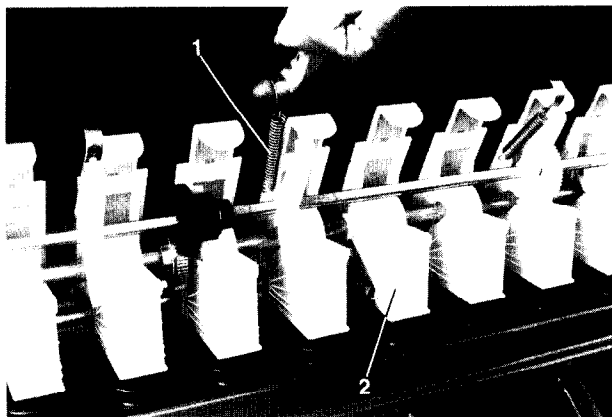

Fig. 114
- Køresporsakselen fra køresporsautomaten (hvis den findes) bliver klappet ned efter at trækfjedrene (Fig.114/1) er løsnet.
- Tryklejringerne (Fig.114/2) tages af, efter at trækfjedrene er fjernet.